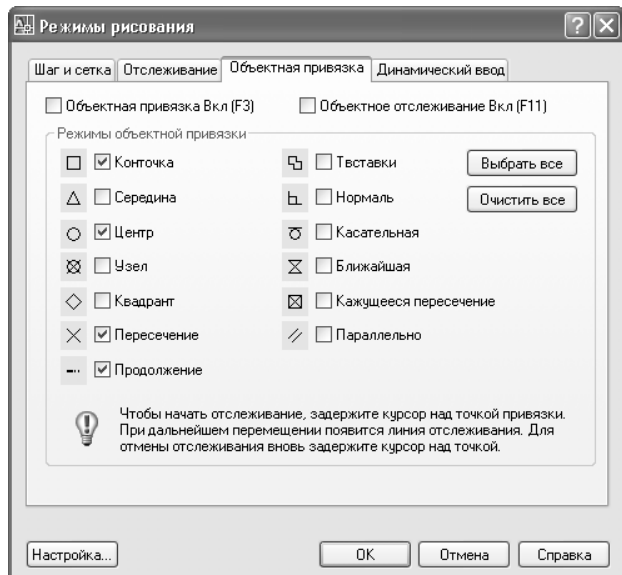

Рис. 4.40 ▼ Вкладка **Объектная привязка** (Object Snap) диалогового окна **Режимы рисования** (Drafting Settings)
3. В появившемся окне **Режимы рисования** (Drafting Settings) перейдите на вкладку **Объектная привязка** (Object Snap) и убедитесь в том, что все находящиеся на ней флажки сброшены, как показано на рис. 4.40 (для сброса флажка достаточно щелкнуть на нем), а затем щелкните на кнопке **ОК**, чтобы закрыть диалоговое окно.
6. Для создания прямоугольника, который будет представлять на чертеже контур боковой стенки малой тумбы, запустите инструмент  **Прямоугольник** (Rectangle), кнопка которого находится на панели инструментов **Черчение** (Draw). Альтернативный метод запуска этого инструмента заключается в использовании команды меню **Черчение** ⇒ **Прямоугольник** (Draw ⇒ Rectangle) либо в использовании команды командного окна **Прямоугольник** (RECTANG) или ее псевдонима **прямоуг** (REC). AutoCAD предложит в командном окне задать координаты первого угла или выбрать дополнительные режимы использования инструмента **Прямоугольник** (Rectangle) (**Первый угол или [Фаска/Уровень/Сопряжение/Высота/Ширина]** : (Specify first corner point or [Chamfer/Elevation/Fillet/Thickness/Width]:)). В данном случае нас вполне устраивает предложенный по умолчанию режим. Размер прямоугольника в этом режиме задается точно так же, как и размер рамки масштабирования, – по двум точкам, определяющим противоположные углы прямоугольника. Однако, в отличие от рамки масштабирования, мы не можем задать координаты этих точек «на глаз». Для того чтобы расположить прямоугольный контур боковой стенки тумбы, можно либо вычислить и ввести координаты, либо использовать различные режимы *объектной привязки* (object snap). Объектная привязка – это специальный механизм AutoCAD, который обеспечивает автоматическое распознавание характерных точек чертежа (оконечные и средние точки линий, центры окружностей и т. п.). Именно эти режимы и были перечислены на вкладке **Объектная привязка** (Object Snap) диалогового окна **Режимы рисования** (Drafting Settings) (см. рис. 4.40). Вы их только что отключили, чтобы не путаться в пока что неизвестных вам режимах, однако теперь настало время воспользоваться одним из режимов объектной привязки.